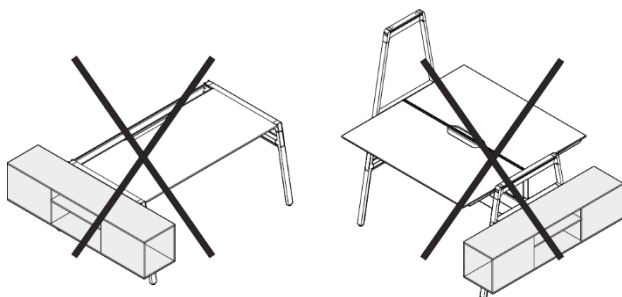

Figura 25 Vano di stivaggio laterale, montaggio non consentito
- Postazione di lavoro singola (vedi Figura 25, a sinistra).
- Su un arco rialzato (vedi Figura 25, a destra).